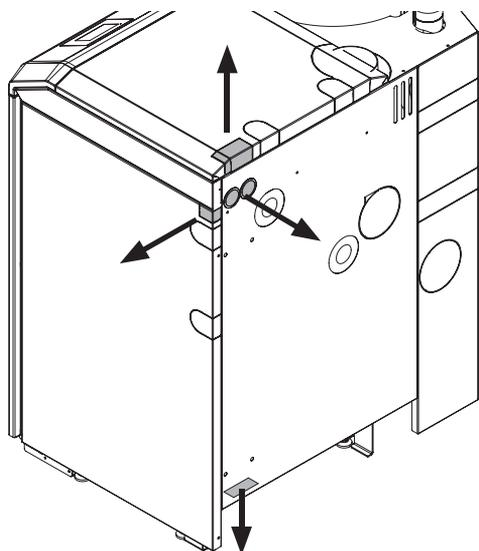

Fig. 100 Passaggi cavo nel rivestimento di BioWIN2 Touch – vista dal retro
- ▶ Il collegamento alle morsettiere (morsetti senza viti con molla a gabbia) deve avvenire per mezzo di cavi flessibili in PVC a fili sottili. I cavi possono essere posati dall'alto, dal basso, da destra e da dietro attraverso i passaggi cavo prepunzonati (Fig. 100).